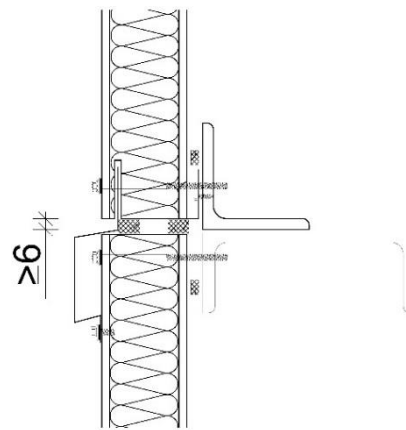

Bild 6: Querstoßüberdeckung in der Wand
- ≥ 6 mm: Querstoß in der Wand (Bild 6).